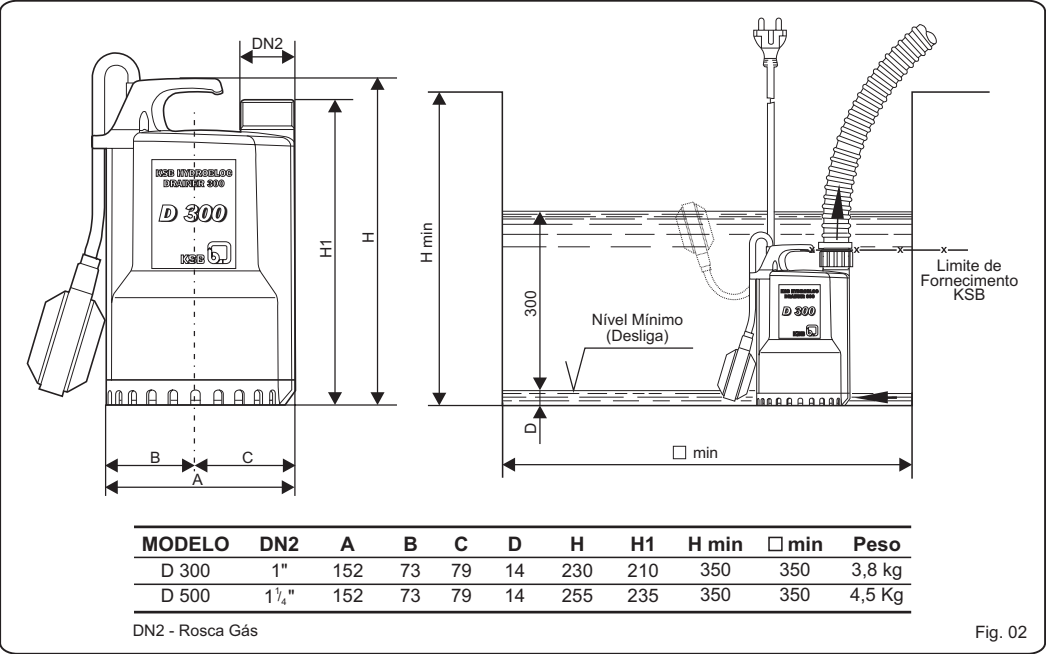

Fig. 02
- se a bomba for equipada com a bóia de nível e for instalada dentro de um poço, as dimensões mínimas do poço deverão ser de 350 x 350 mm (vide fig. 02). O fundo e as paredes do poço devem ser de material duro, a fim de impedir que a bomba succione seixos, terra ou outro material que poderia obstruir a parte hidráulica.